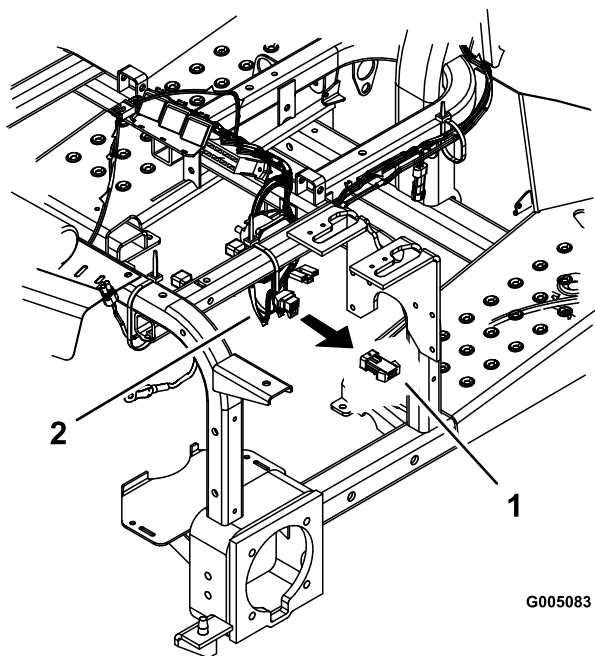

Figure 33
5. Enlevez le fil volant du faisceau de câblage principal sous le panneau de commande (Figure 33).